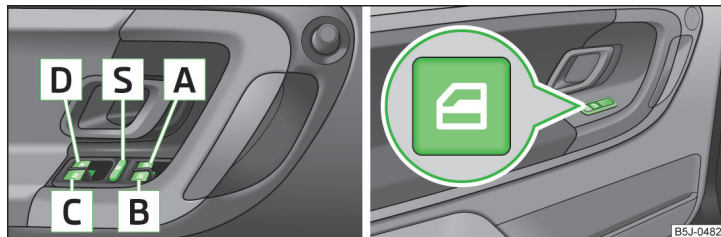

Fig. 38 Tasti nella porta lato conducente / tasti nelle porte posteriori
- Se si trasportano persone non completamente autonome nei sedili posteriori, ad es. bambini, si raccomanda di mettere fuori servizio gli alzacristalli elettrici delle porte posteriori (interruttore di sicurezza)  » fig. 38 a pagina 58.
- Dopo il disinserimento dell'accensione è possibile aprire o chiudere i finestrini per altri 10 minuti circa. Dopo l'apertura della porta lato conducente o passeggero è possibile azionare i finestrini solo con il tasto **A** » fig. 38 a pagina 58.
Tasti degli alzacristalli » fig. 38
Premendo l'interruttore di sicurezza **S** è possibile disattivare i tasti degli alzacristalli delle porte posteriori » fig. 38. Premendo nuovamente l'interruttore di sicurezza **S** è possibile riattivare i tasti degli alzacristalli delle porte posteriori.
- Mantenere il tasto  » fig. 38 a pagina 58 nella posizione di apertura.
- Mantenere il tasto  » fig. 38 a pagina 58 nella posizione di chiusura.